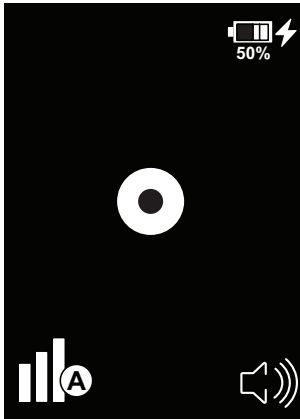

Abb. 20: Dauerzustandsanzeige bei angeschlossenem Ladegerät
- Bei ausgeschaltetem Lecksuchgerät und angeschlossenem Ladegerät zeigt der Bildschirm den Ladezustand wie in Abb. 20 dargestellt an. Das Lecksuchgerät laden, bis das Display 100 % anzeigt.